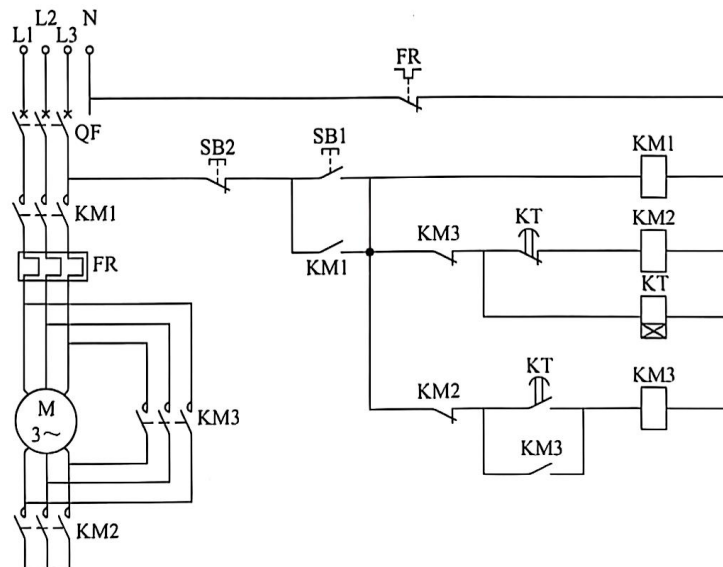

图 3-15 Υ - Δ 减压启动控制原理图
1) 根据控制要求，需要熟悉三相异步电动机 Υ - Δ 减压启动控制的基本原理。如图 3-15 所示，三相异步电动机启动时，按下 SB1，接触器 KM1 线圈接通，同时 KM1 的常开触点接通，使得线圈 KM2 和 KT 线圈接通，电动机接成星形联结启动。由于 KT 是时间继电器，其线圈接通后，到达预定时间后时间继电器通电延时闭合常开触点闭合，通电延时断开常闭触点断开，KM3 线圈得电，对应的主触点闭合，常闭触点断开，使得 KM2 主触点断开，电动机接成三角形联结全压运行。